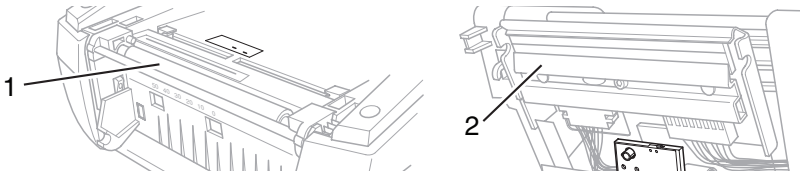

Bild 36, Druckkopf und Druckwalze
4. Reinigen Sie den Druckkopf (**Bild 36, 2**) und die Druckwalze (**Bild 36, 1**) vorsichtig mit einem Baumwolltuch und 90%igem Isopropyl-Alkohol oder mit der im Lieferumfang befindlichen Druckerreinigungsfolie.